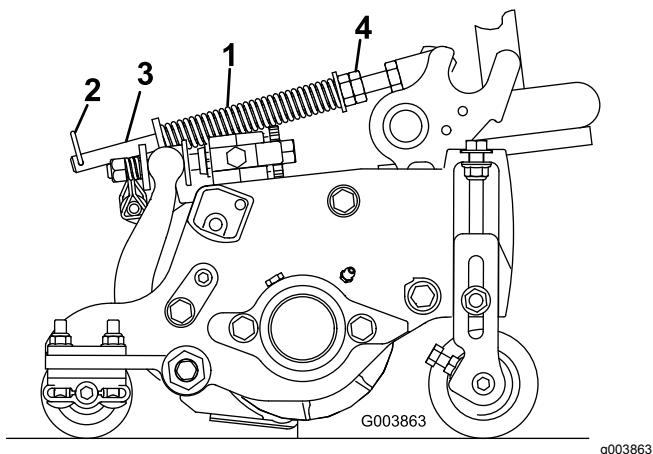

Bild 14
Die Rasenkompensierungsfeder verlagert das Gewicht von der Front- zur Heckrolle (Bild 14). Dies reduziert ein Bobbing genanntes Wellenmuster auf der Grünfläche.
1. Stellen Sie sicher, dass der Splint in das hintere Loch in der Federstange eingesetzt ist (Bild 14).
2. Ziehen Sie die Sechskantmuttern vorne an der Federstange an, bis die zusammengedrückte Länge der Feder an 12,7-cm-Schneideeinheiten 12,7 cm oder an 17,8-cm-Schneideeinheiten 15,9 cm beträgt (Bild 14).